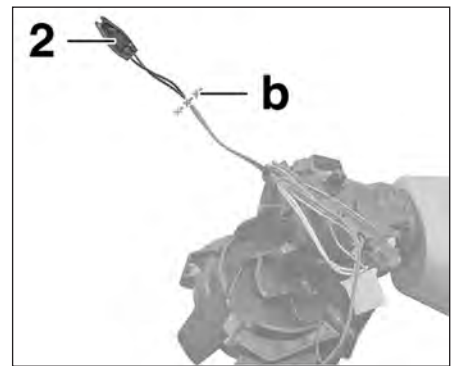

FIG.46
- Couper le faisceau électrique de la sonde de température (2) en (b) (Fig.46).
- Déposer la sonde de température extérieure (2).